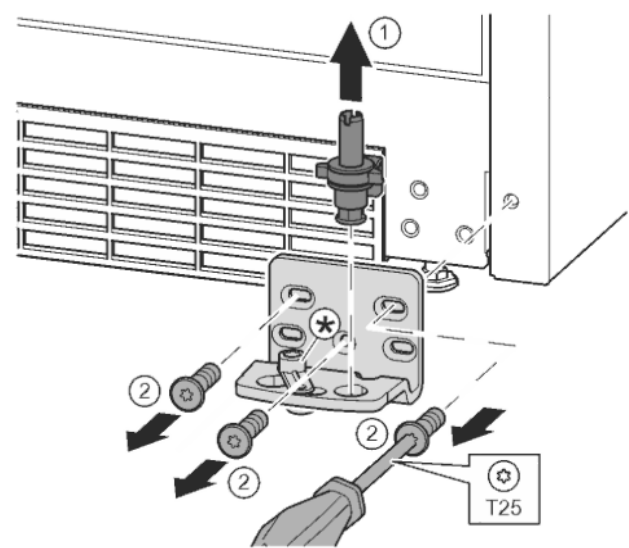

Fig. 14
- Sortir complètement par le haut l'axe de palier. Fig. 14 (1)
- Desserrer les vis avec le tournevis T25 et enlever le support de palier. Fig. 14 (2)